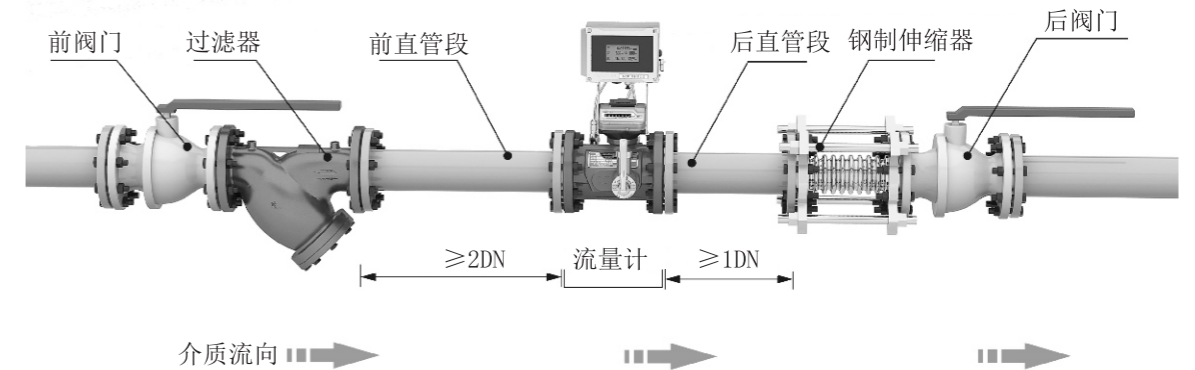

图5 流量计水平安装示意图
- c) 管道设备配置建议按图5所示安装；为了便于维修，不影响流体正常运送，应并联一路作为备用计量管道。（特殊场合前后直管段长度按如下描述配置）